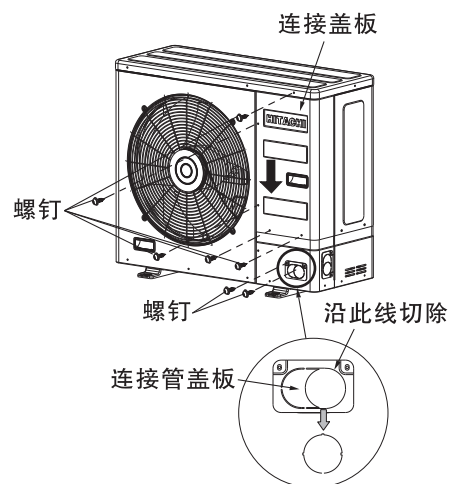
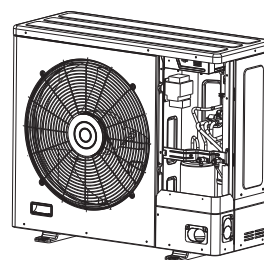

图22
图23
由于本室外机的截止阀在机器的内部，所以安装室内外连接管时必须将连接盖板拆下。如图22，拆下固定“连接盖板”的5处螺钉，将“连接盖板”向下再向外拆除。
当固定“连接盖板”的5处螺钉拆下后，“连接盖板”易按图22箭头方向，向下滑落。安装时请特别注意，防止其从高空坠落，造成人员伤亡。
(2) 连接盖板的处理方法
- 本室外机正面、右面及后面共有3块连接管盖板。根据室内外连接管安装方向，拆下相应的“连接管盖板”，图22、图23为室内外连接管从前面安装的情况。
- 将固定连接管盖板的2处螺钉拆除，再将连接管盖板的中间部分切除，如图22。之后将连接盖板再安装到机器上。（如图23）